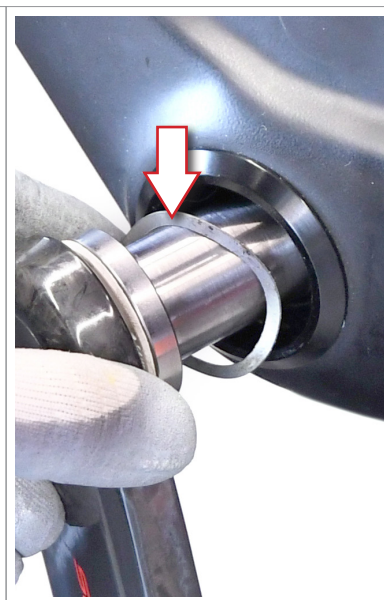

Abb.4
- Die Wellenscheibe (Abb. 4) in den Sitz für das Lager der linken Lagerschale einfügen.